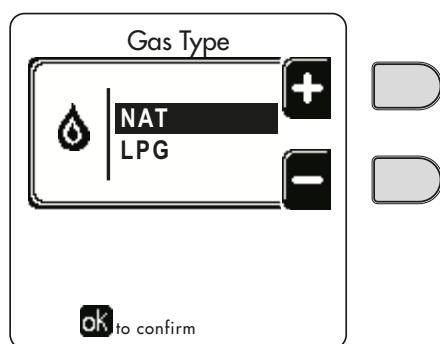

рис. 55 - Выбор типа газа
- Войдите в экранное окно, показанное на рис. 55, следуя по маршруту MENU "USER" → MAINTENANCE → Test Mode → "Gas Type". Нажмите на контекстные клавиши 1 и 2, чтобы выбрать тип газа. Подтвердите с помощью кнопки OK.